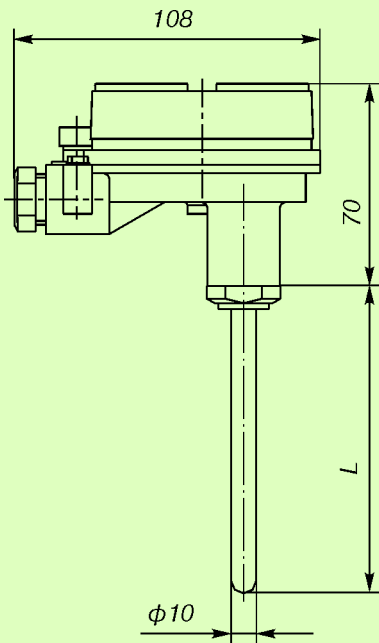

Рис. 7.
(ост.см.рис.7)
- 07*** по рис.7